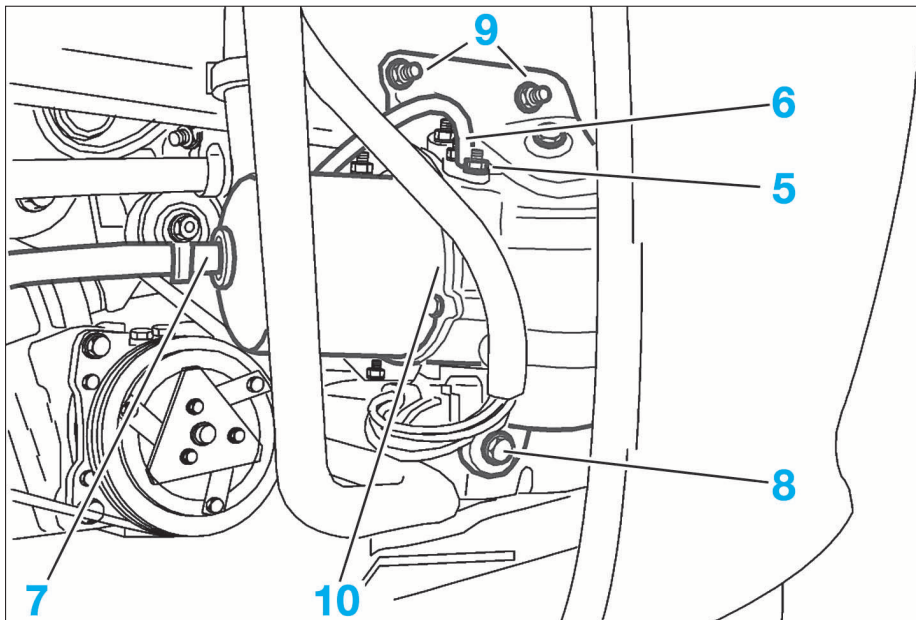

FIG. 19
- l'écrou (3)
- le réservoir de liquide de lave-vitres (1)
- Déposer la vis (5) (Fig.19).
- Écarter les tuyaux (6 - 7) (ne pas vriller le tuyau (7)).